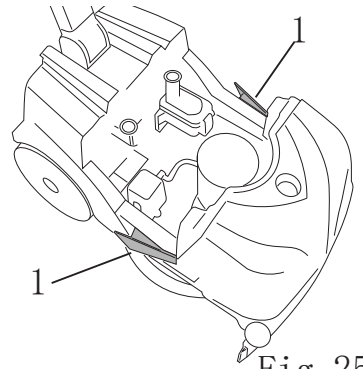

Fig. 25
- 按下两个水箱锁定侧杆（图25，编号1），从底盘上取下污水水箱。